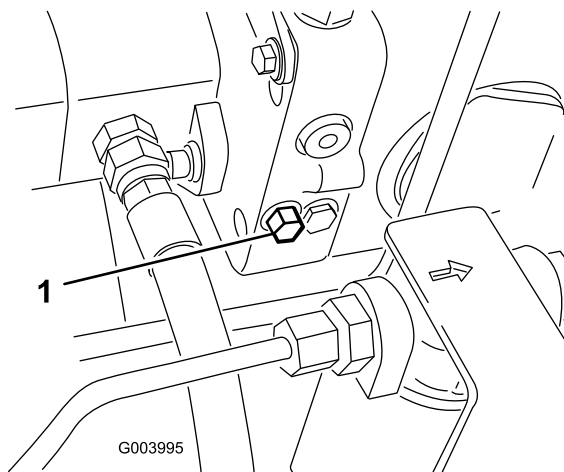

Figure 41
1. La vanne de dérivation est située du côté gauche de l'hydrostat (Figure 41). Tournez le boulon une fois et demie pour ouvrir la vanne et permettre la dérivation interne de l'huile. Il est alors possible de déplacer la machine lentement sans endommager la transmission.